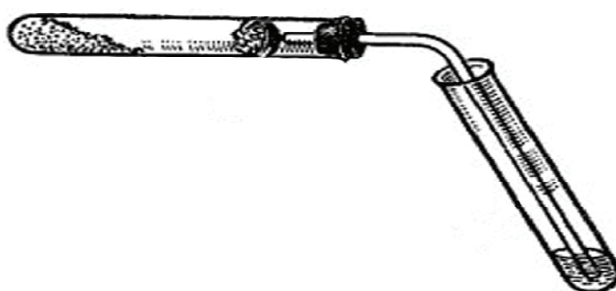

Рис. 6. Общий вид установки для определения углерода и водорода
Около 100 мг испытуемого твердого или 10–12 капель жидкого вещества хорошо перемешайте на часовом стекле с 200 мг порошка оксида меди (II) и поместите в сухую пробирку. В пробирку положите кусочек ваты и насыпьте на нее немного безводного сульфата меди. Закройте пробирку пробкой с газоотводной трубкой. Пробирку закрепите в лапке штатива в горизонтальном положении, а конец газоотводной трубки опустите до дна в другую пробирку-приемник, содержащую 2–3 мл известковой (или баритовой) воды (рис. 6).